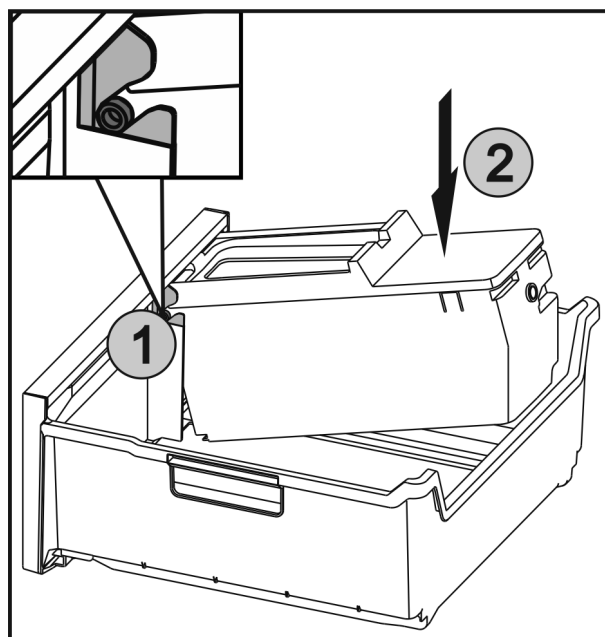

Fig. 62
- ▶ Zasuňte osy Fig. 62 (1) na EasyTwist-Ice do vedení a zatlačte zadní stranu Fig. 62 (2) tak, aby západka zaklapla.